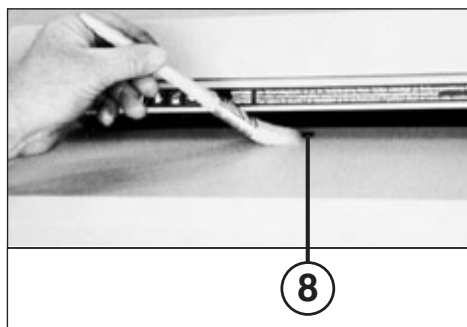

Fig. 5
LIMPIEZA DE LAS CÉLULAS FOTOELÉCTRICAS (8) (Fig. 5):